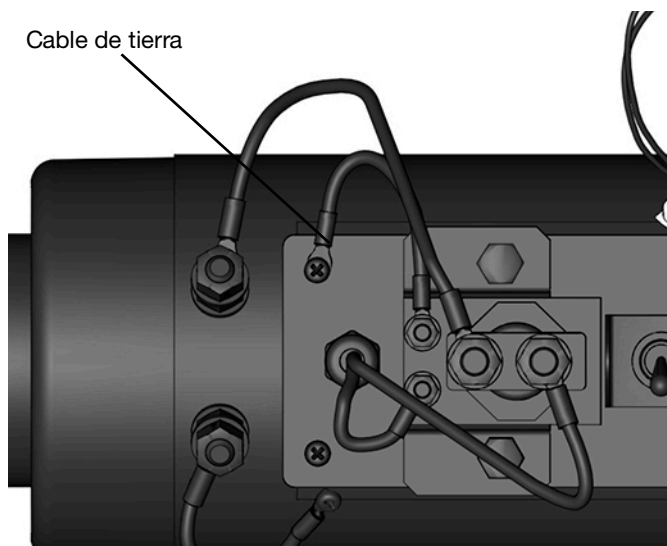

FIG. 17
8. Ponga los cuatro tornillos de la cubierta de la caja de terminales y apriételos, asegurándose de que el cable de tierra esté bien conectado (FIG. 17).